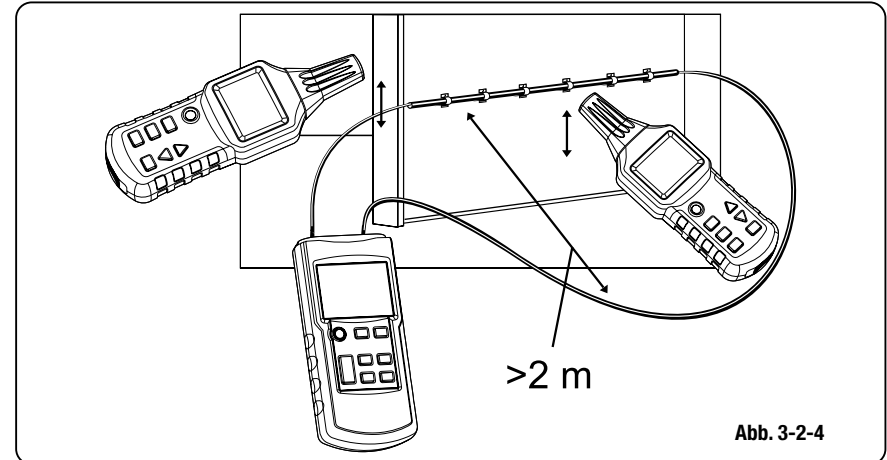

Abb. 3-2-4
- > Schließen Sie den Transmitter wie in Abb. 3-2-4 dargestellt an.